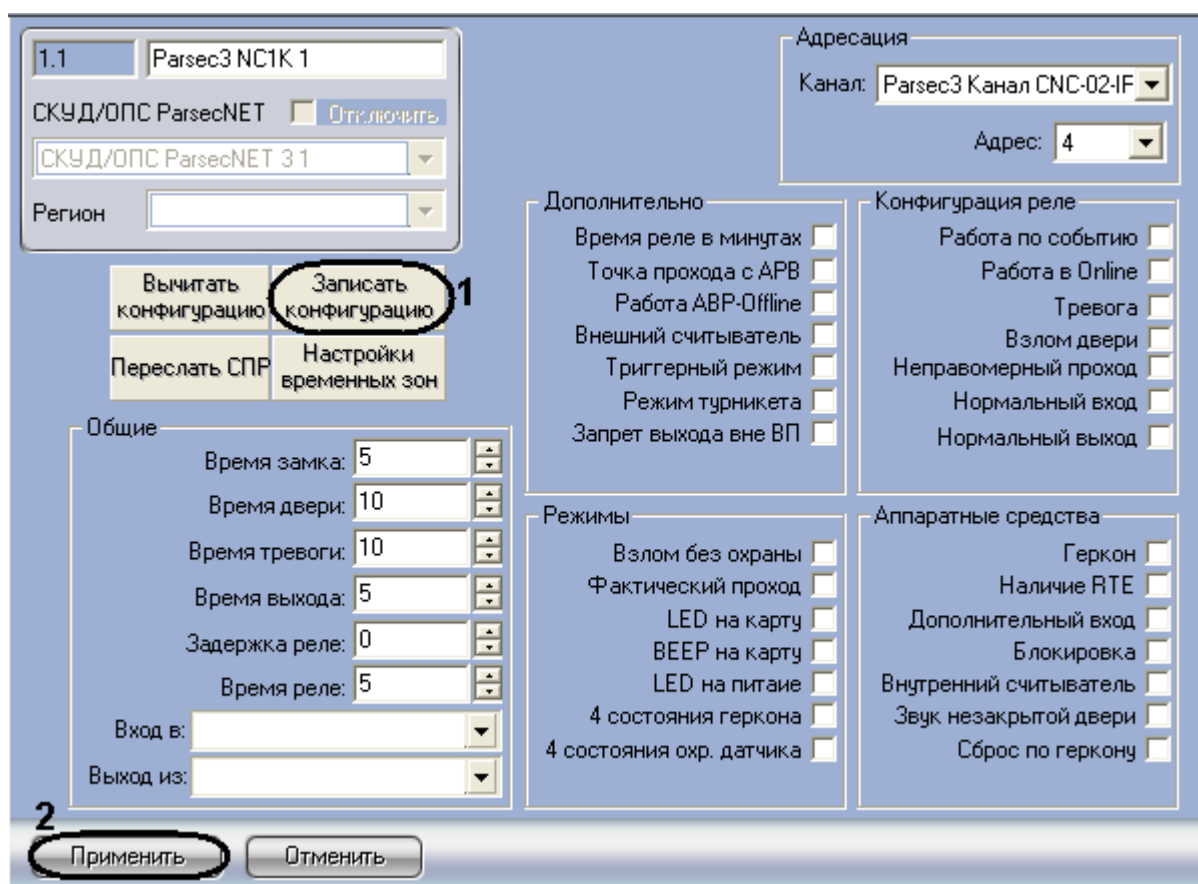

Рис. 3.7—9 Запись конфигурации контроллера NC1000
1. Перейти на панель настроек объекта **Контроллер NC1000** (Рис. 3.7—9).
2. Нажать на кнопку **Записать конфигурацию** для записи конфигурации в контроллер (Рис. 3.7—9, 1).
3. Для сохранения внесенных изменений нажать на кнопку **Применить** (Рис. 3.7—9, 2).